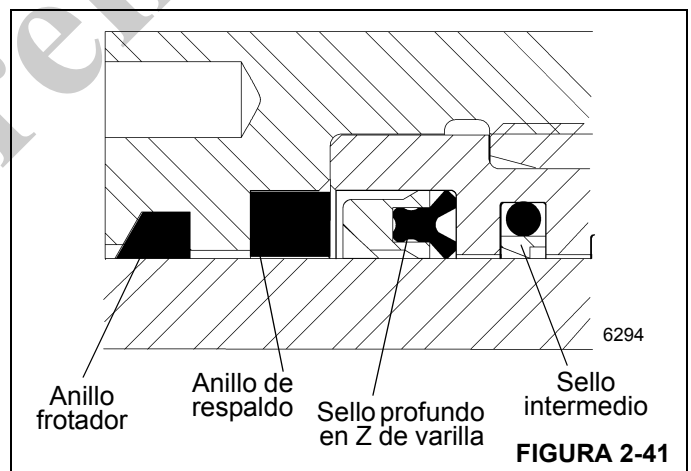

FIGURA 2-41
4. Instale el sello intermedio, el sello de varilla y anillo de respaldo dentro de la cabeza, asegurándose que los sellos estén debidamente armados y colocados en el sentido correcto (vea la Figura 2-41).